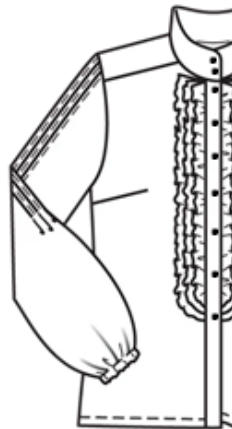

Рисунок 1 – Фрагмент блузки. Обработка полочки
**Второй этап:** Моделирование фрагмента заданной модели **«Обработка полочки»** (стр. 7, рис. 1) в натуральную величину и изготовление лекал
**Третий этап:** Изготовление (пошив) образца фрагмента заданной модели (стр. 7, рис. 1) женской блузки.
1) *Внешний вид фрагмента заданного изделия должен полностью соответствовать техническому рисунку модели и художественно-техническому описанию (стр. 3, табл.1) и рисунку фрагмента (стр. 7, рис. 1).*